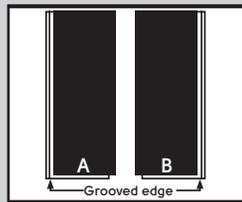

Fig. 3
3. Abra varios paquetes de material. Los tablonces estarán marcados con «A» y «B» en la parte posterior (diagrama siguiente). Separe los distintos tablonces y apíelos manteniendo los bordes en la misma dirección. Mezcle los tablonces de cada pila antes de la instalación para lograr un aspecto más natural (Fig. 3).